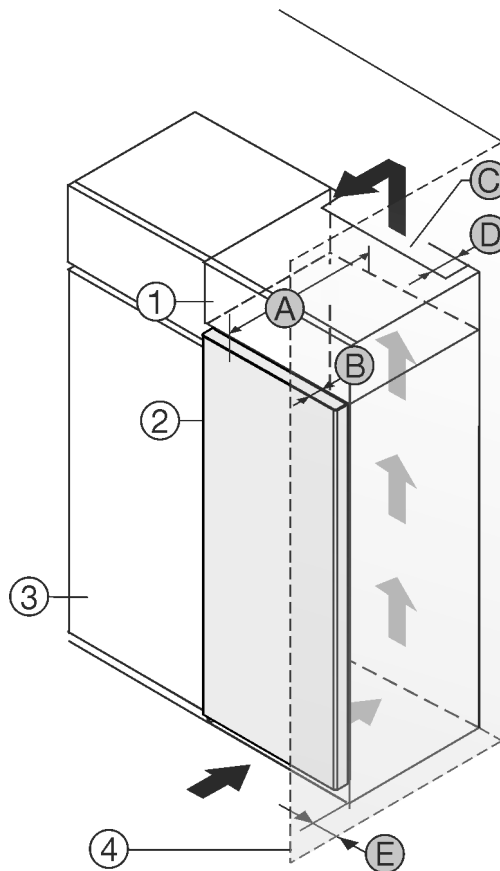

Fig. 1
- (3) Кухонный шкаф\*
- (4) Стена\*
- (A) Глубина устройства\*
- (D) Расстояние до обратной стороны устройства\*
- (E) Расстояние до стороны устройства\*
Установите устройство непосредственно рядом с кухонным шкафом Fig. 1 (3)\*.
На задней стенке дополнительного шкафчика должен быть вентиляционный канал с глубиной Fig. 1 (D) по всей ширине этого шкафа.\*
Нужно соблюдать вентиляционное отверстие Fig. 1 (C) под нижней панелью.\*
Если устройство установлено на шарнирах у стены Fig. 1 (4), то расстояние между устройством и стеной должно быть не менее 13 мм.\*
Если устройство установлено на шарнирах у стены Fig. 1 (4), то расстояние между устройством и стеной должно быть не менее 20 мм.\*
Чтобы можно было полностью открыть двери, устройство должно выступать на глубину двери Fig. 1 (B) относительно передней стенки кухонного шкафа. В зависимости от глубины кухонных шкафов Fig. 1 (3) и использования пристенных распорок устройство может выступать и больше.\*